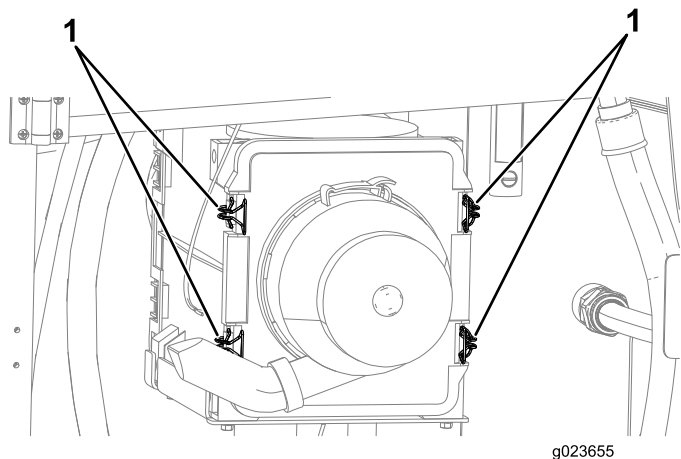

Figure 85
5. Tirez les 4 verrous du couvercle du filtre à air vers l'extérieur (Figure 85).
4. Poussez le couvercle du filtre à air vers l'intérieur jusqu'à ce qu'il soit complètement engagé et fixez-le au moyen des verrous (Figure 85).